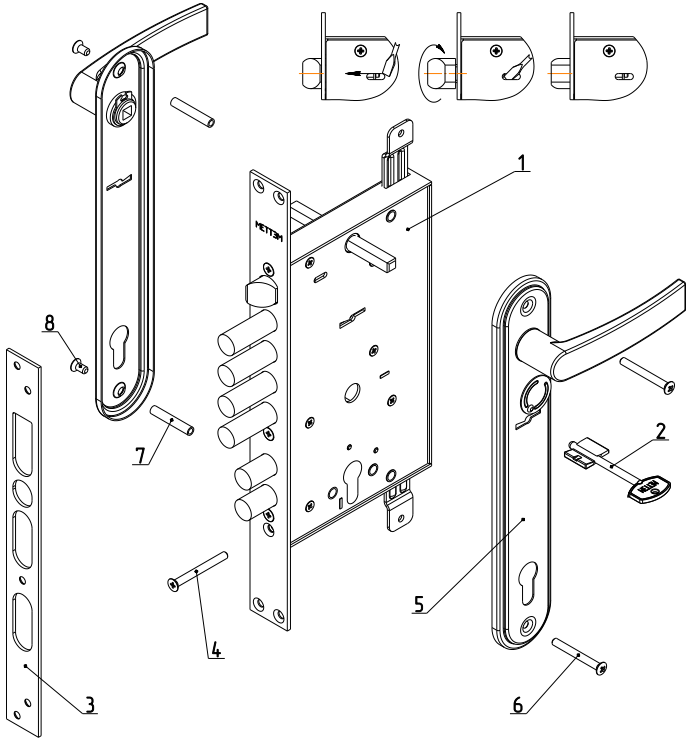

Рис.1
Комплектность замка приведена в таблице и показана на рис. 1.
5.2. Установить при необходимости защелку в соответствующее положение для правой или левой двери путем ее выдвигения из корпуса отверткой через паз в крышке замка и разворота на 180° вокруг своей оси (см. рис.1).